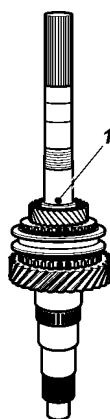

Рис. 6.25. Установка шарика:
7. Установите шестерню 47 5 передачи и вставьте шарик, как показано на рис. 6.25.